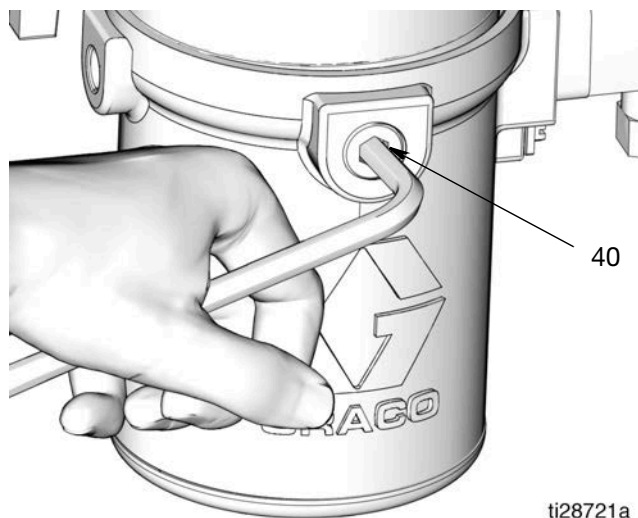

ABB. 11
5. Mit einem Sechskantschlüssel langsam den Ablassstopfen (40) lösen und von der Pumpenbasis entfernen, und das Öl aus der Pumpe ablassen (ABB. 11).